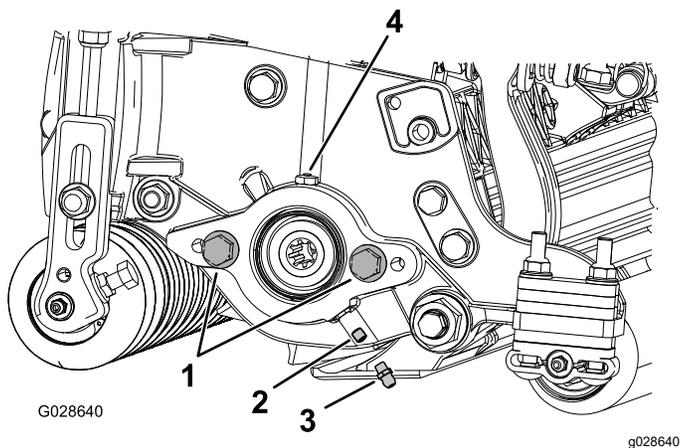

Рисунок 4
1. Выверните и удалите в отходы установочный винт на боковой пластине двигателя барабана (Рисунок 4).
- Установите прямую масленку (Рисунок 4).
- Если на боковой пластине двигателя барабана нет колпачковых винтов, установите их (Рисунок 4).
- Заправляйте консистентной смазкой боковую пластину до тех пор, пока излишки консистентной смазки не выйдут из выпускного отверстия (Рисунок 4).